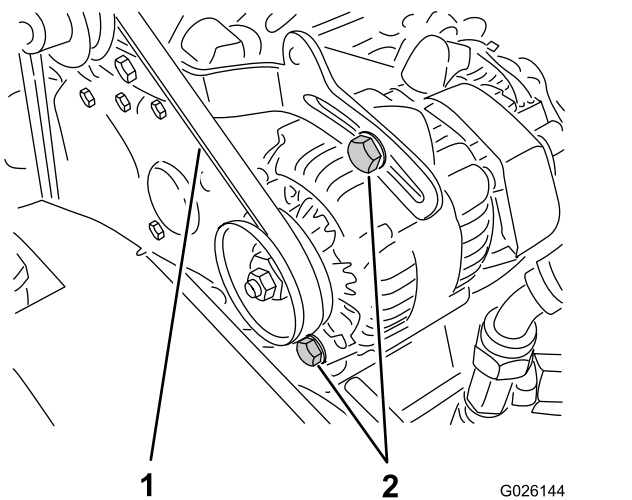

Figura 60
2. Verificai tensionarea apăsând cureaua la mijlocul distanei dintre arborele cotit i fuliile alternatorului cu o foră de 10 kgf (Figura 60).
A. Slăbii cele 2 uruburi de montare a alternatorului (Figura 60).
B. Folosind o rangă, rotii alternatorul până când este atinsă tensionarea corectă a curelei, apoi strângei uruburile de montare (Figura 60).